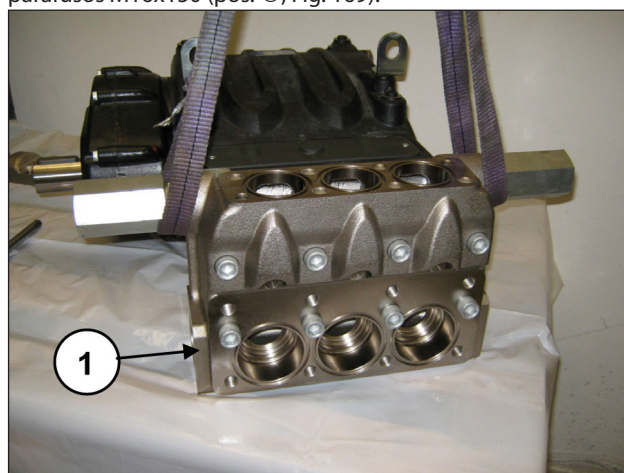
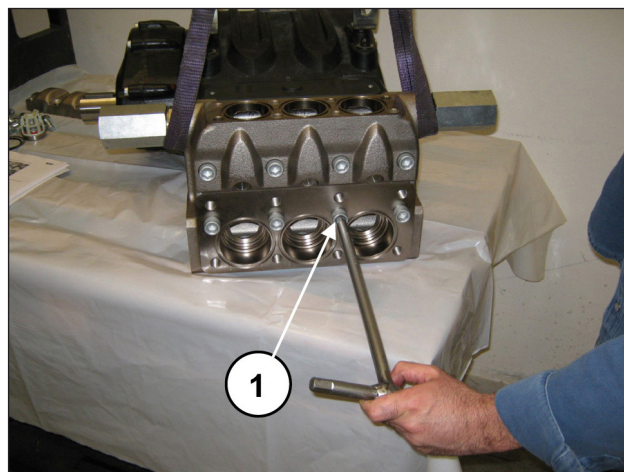

Fig. 168
Fig. 169
Monte o cabeçote no cárter da bomba (pos. ①, Fig. 168) prestando atenção para não bater nos pistões e aperte os 8 parafusos M16x150 (pos. ①, Fig. 169).